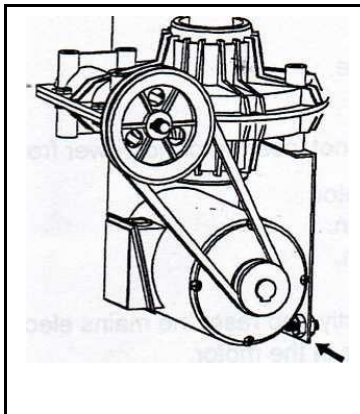

Figura 1
- Verifique la tensión y estado de la correa (acceda retirando la tapa izquierda) (ver Figura 1)